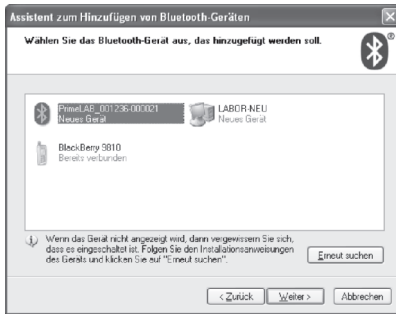

Abb. 3
4) Im folgenden Fenster (Abb. 3) werden alle Geräte gezeigt, die mit Ihrem PC eine Verbindung aufbauen können. Diese Liste muss auch ein Gerät mit *Bluetooth*®-Symbol und dem Namen „PrimeLab“, gefolgt von einer Zahlenkombination (Seriennummer), enthalten. Fehlt dieses, ist entweder Ihr PrimeLab ausgeschaltet oder aber der *Bluetooth*®-Sender im Gerät nicht aktiviert (siehe PDA-2).